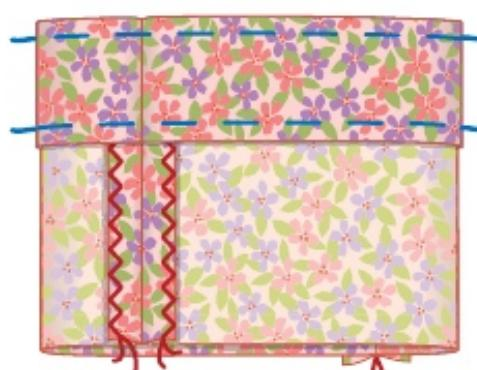

Рис. 105. Обработка пояса-кулиски юбки: *а* — замётывание; *б* — застрачивание; *в* — продевание резиновой тесьмы
2. Подворачивают припуск на шов (15 мм), прикалывают. Замётыывают. Удаляют булавки (рис. 105, а).
3. Прокладывают машинную строчку на расстоянии 1–2 мм от второго сгиба, выполняя закрепку в конце строчки. Удаляют ручные стежки (рис. 105, б).
7. Распарывают часть бокового шва, выполненного длинными стежками. Отмеряют два отрезка резиновой тесьмы длиной, равной обхвату талии (в слегка натянутом состоянии). Поочерёдно продевают тесьму в кулиску. Стачивают концы тесьмы (рис. 105, в). Стачивают вручную отверстие в шве.